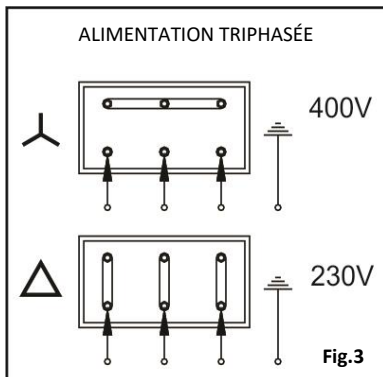

Fig.3
- Les schémas de la Fig. 3 illustrent un branchement électrique bien fait.